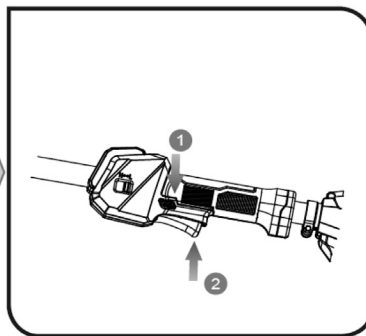

Рис. 10
Нажмите на кнопку разблокировки выключателя (1) и нажмите на выключатель (2) (рис. 10).